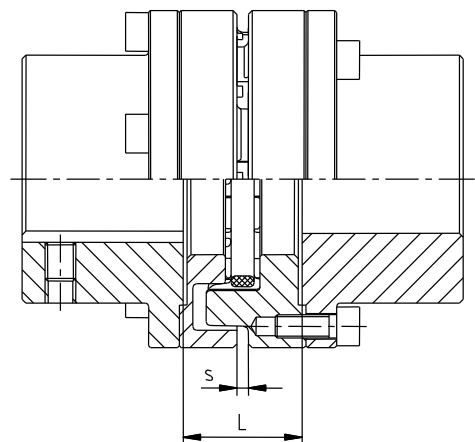

Bild 29: Kupplungseinbau
- Setzen Sie die zusammengesteckten Teile zwischen die Kupplungsflansche (siehe Bild 29).
- Wenn die Aggregate bereits fest montiert sind, ist durch axiales Verschieben der Kupplungsflansche auf den Wellen das s- bzw. L-Maß einzustellen (siehe Bild 29).